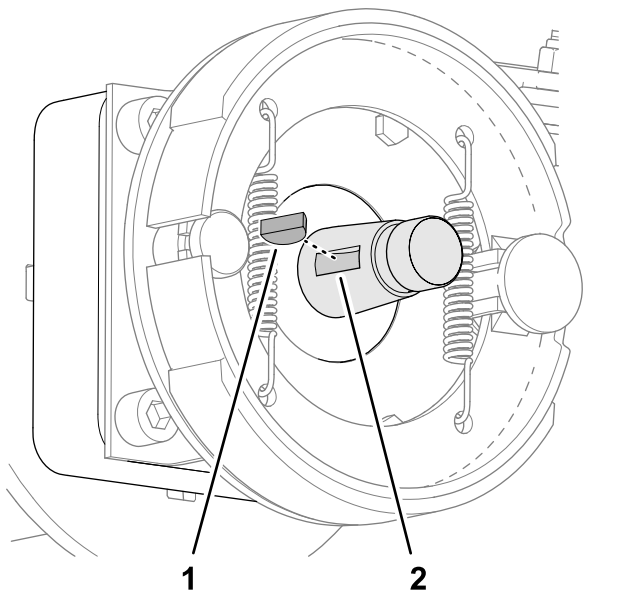

Bild 69
2. Führen Sie die Passfeder in die Nut der Radmotorwelle ein (**Bild 69**).